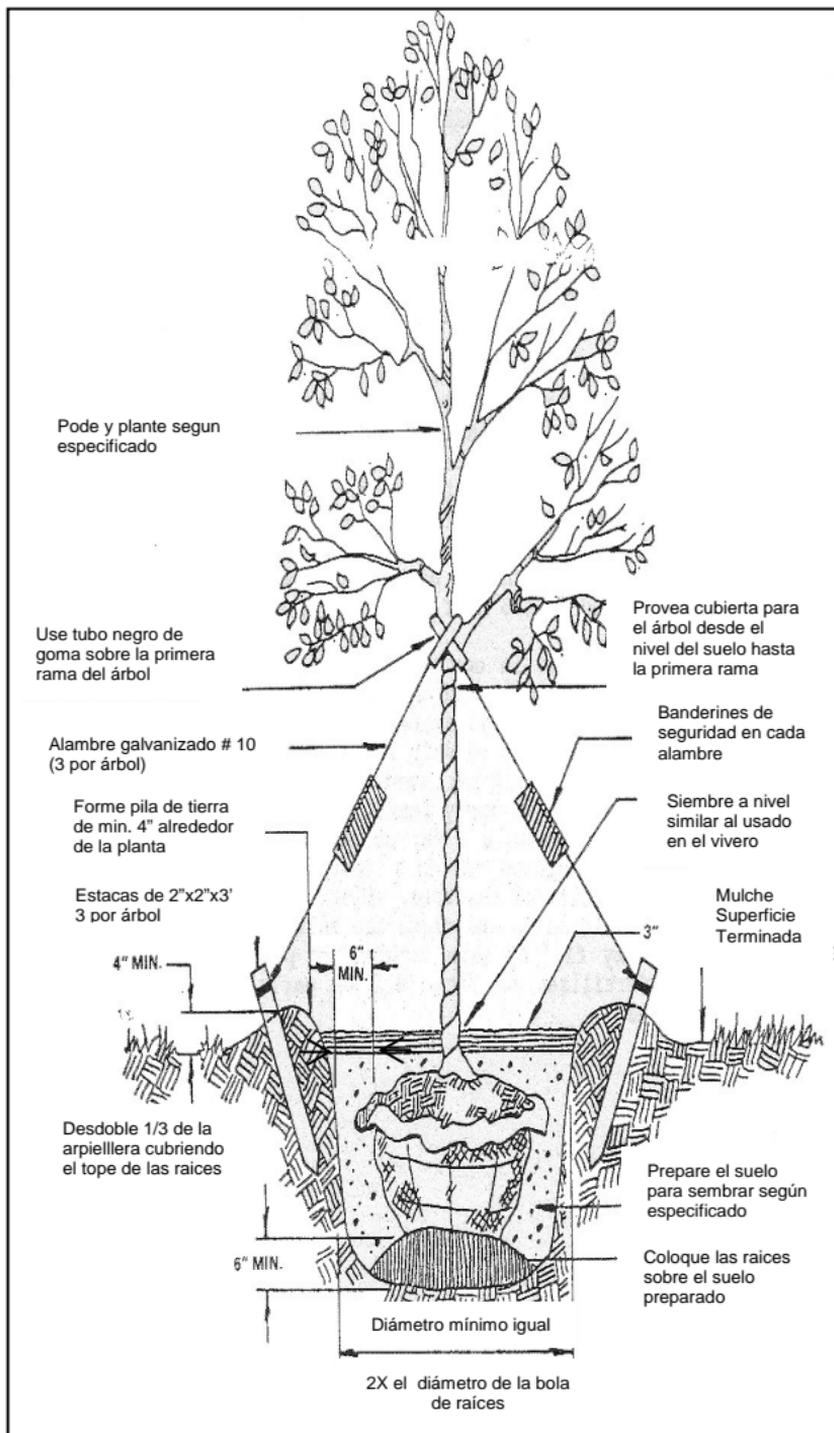

Figura TP-1 Diagrama para la siembra de árboles.
- Prepare el hoyo para permitir la colocación apropiada de las raíces. (Vea Figura TP-1).
- De ser necesario, use estacas y alambre para proveer soporte (vea Figura TP-1). Los alambres deben estar lo suficientemente sueltos para permitir un poco de movimiento al árbol.